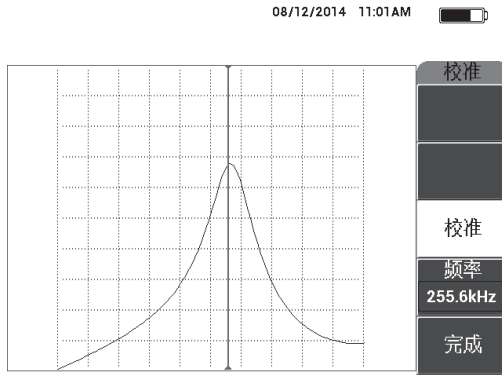

图 6-39 校准屏幕
6. 按**完成** (E 键) (参见第 148 页的图 6-39)。